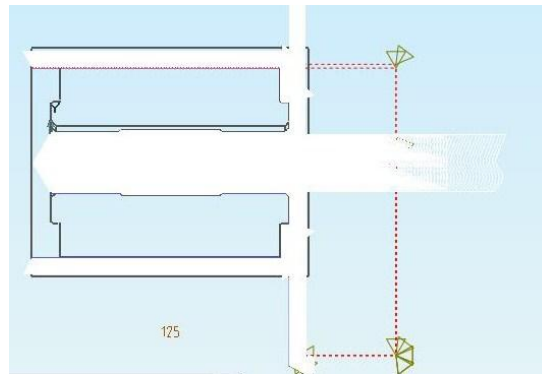

Рисунок 8
2.14 Таким же образом составляем цикл обработки всей заготовки. Нажимаем клавишу Полное моделирование (Рисунок 8) и наглядно просматриваем весь процесс обработки.